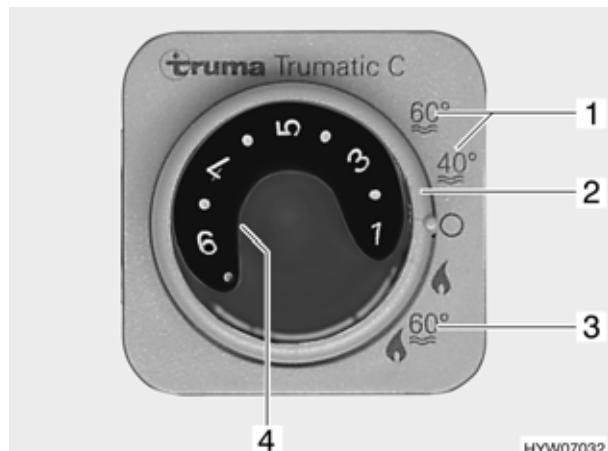

Fig. 145 Centralina di controllo per riscaldamento/boiler
Il boiler è integrato nel riscaldamento e funziona a gas (variante 1) o a gas o a corrente (variante 2). Il boiler si accende dalla centralina di controllo (Fig. 145) con l'interruttore girevole (Fig. 145,2). Sul selettori di energia (Fig. 146) viene preselezionato il tipo di energia (variante 2).
Durante il funzionamento invernale "Riscaldamento e boiler" (Fig. 145,3), accendendo il riscaldamento è riscaldata automaticamente anche l'acqua nel boiler. Quando il riscaldamento si spegne al raggiungimento della temperatura ambiente desiderata, il boiler continua a riscaldare l'acqua, fino a quando questa raggiunge la temperatura impostata.
Durante il funzionamento estivo (Fig. 145,1) l'acqua è riscaldata soltanto nel boiler fino a 40 °C o 60 °C. L'acqua si riscalda a 60 °C in ca. 1 ora. La luce spia gialla (Fig. 145,4) si accende durante la fase di riscaldamento del boiler.
- Sulla centralina di controllo (Fig. 145) posizionare l'interruttore girevole (Fig. 145,2) su "Funzionamento estivo" (Fig. 145,1).
La luce spia gialla (Fig. 145,4) si accende durante la fase di riscaldamento. Al raggiungimento della temperatura dell'acqua desiderata, la fase di riscaldamento termina e la luce spia gialla si spegne.
- Sulla centralina di controllo (Fig. 145) posizionare l'interruttore girevole (Fig. 145,2) su "Spento".
- ▷ Se il boiler sulla centralina di controllo (Fig. 145) è impostato su funzionamento estivo (Fig. 145,1) e il selettore di energia su funzionamento misto (Fig. 146,4 o 5), il boiler funziona perciò solamente con esercizio a 230 V. Il bruciatore per gas non viene inserito.
La combinazione funzionamento a gas e funzionamento elettrico a 230 V diminuisce il tempo di riscaldamento (è possibile solo se il boiler viene impostato sulla centralina di controllo (Fig. 145) su funzionamento invernale).